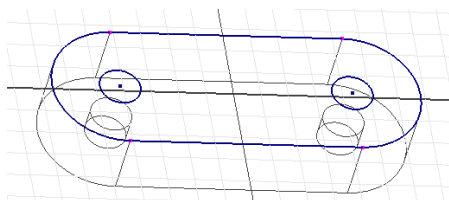

图 2-22 投影孔轮廓到新建草图
(1) 在零件没有孔的一侧平面上新建草图,利用工具栏上的模型观察方式按钮改模型的观察方式为线框方式。
(2) 单击【草图】标签栏【绘图】面板的【投影几何图元】工具按钮,用鼠标单击两个孔,则孔被投影到新建的草图平面上,如图 2-22 所示。